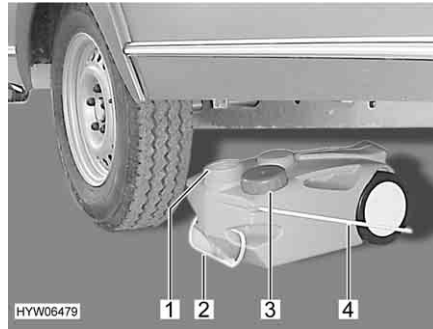

Fig. 150 Serbatoio delle acque grigie, mobile
- Chiudere l'apertura del serbatoio delle acque grigie (Fig. 150,1) con il coperchio (Fig. 150,3).
- Estrarre il serbatoio delle acque grigie tramite la maniglia (Fig. 150,2).
- Sollevare verso l'alto la maniglia da asporto (Fig. 150,4) e posizionare verticalmente il serbatoio delle acque grigie.